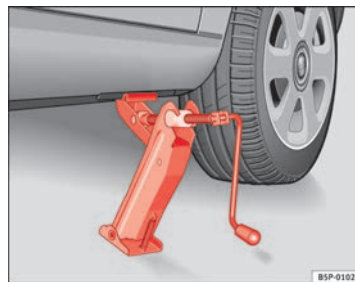

Fig. 158 Colocación del gato
- Posicione el gato de modo que su garra envuelva el nervio del larguero inferior y que la placa base móvil se apoye plana sobre el suelo ⇒ fig. 158.